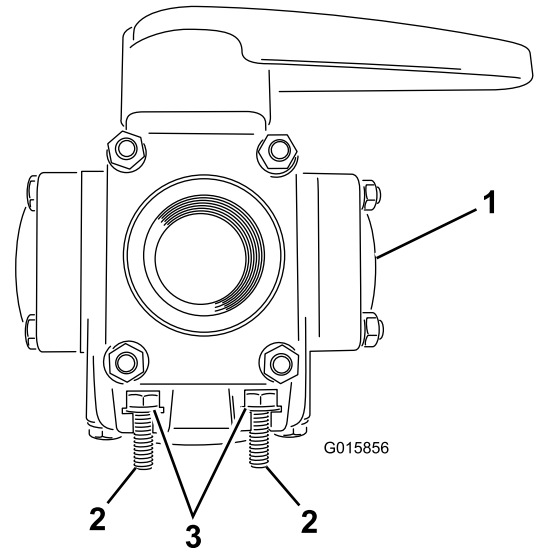

Figura 25
2. Insira 4 parafusos (6 x 16 mm) e 4 anilhas (6 mm) nas ranhuras da válvula de 4 vias (Figura 25).